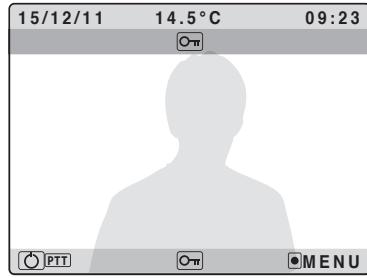

Fig. 15
- Ouvrez la porte en appuyant sur le bouton (**Fig. 15**) ;